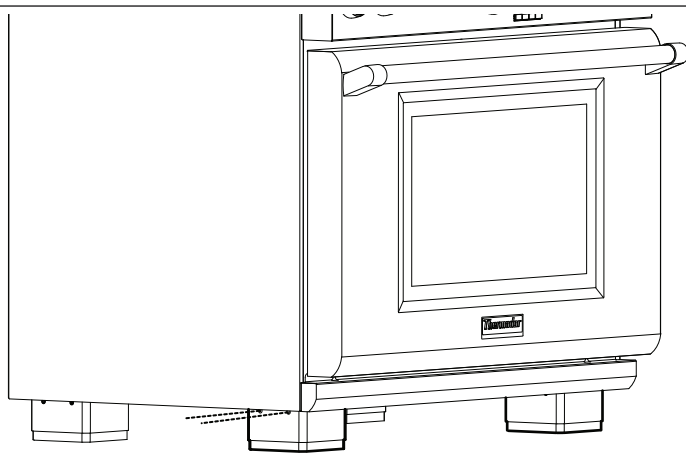

Figura 22: Cubiertas de patas muescas extruidas
1. Quite las cubiertas de las patas deslizando la pieza exterior de la cubierta de la pata hacia abajo, desenganchando las muescas extruidas de la base de aluminio (vea la *Figura 22*).